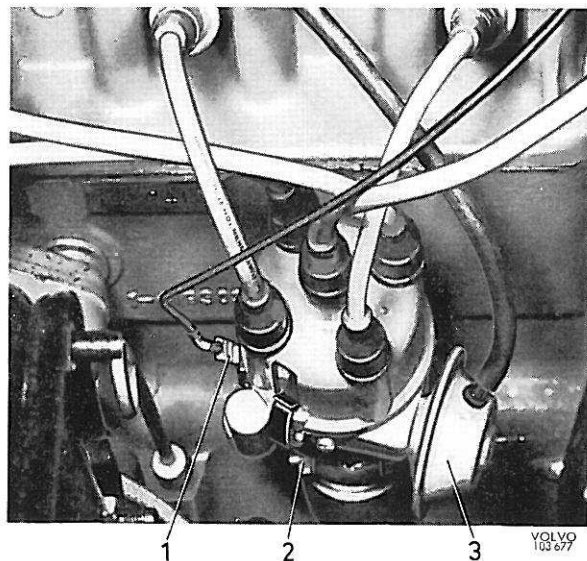

Figure 94. Allumeur B 20 B, en place
4. Enlever la vis 2, figure 94, et retirer l'allumeur.